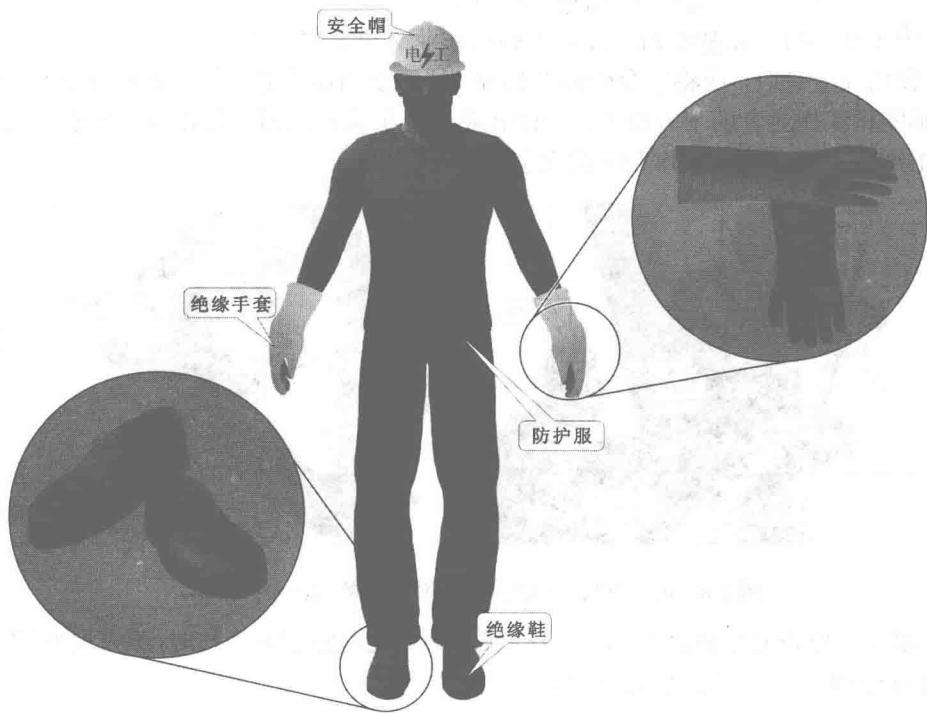

图 1-9 穿戴齐全的防护用品
(1) 工作前应详细检查所用工具是否安全可靠，并穿戴好必需的防护用品，如安全帽、绝缘手套、绝缘鞋、防护服等，以确保人体和地面绝缘。严禁在防护用品穿戴不全的情况下进行电工作业。图1-9所示为已穿戴齐全的防护用品。对于更换灯泡或熔断器等细